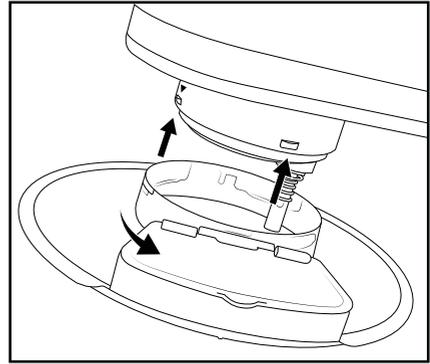

Bild 1
- 1) För upplåsningsspaken ② uppåt och flytta den fällbara armen ① till det övre läget.
- 2) Montera locket ⑨ på den fällbara armen ①:
- Sätt på locket ⑨ så att pilen ▼ på den fällbara armen ① pekar mot mitten av pilen ↔ på locket ⑨ (bild 1). Påfyllningshjälpen ⑧ pekar då mot produktens framsida.
- Vrid locket ⑨ motsols (mot ⚙) tills det sitter fast.